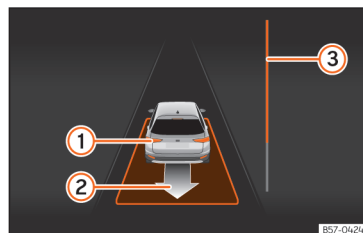

Abb. 207 Am Bildschirm des Kombi-Instruments: parallel zur Fahrbahn ausparken.
- Fahren Sie rückwärts, bis das Dauertonsignal des ParkPilot ertönt; **ODER:** fahren Sie zurück, bis am Bildschirm des Kombi-Instruments die Anzeige zur Vorwärtsfahrt erscheint. Die Fortschrittsanzeige »» **Abb. 207** **③** zeigt den zurückzulegenden Abstand an »» **Seite 307.**